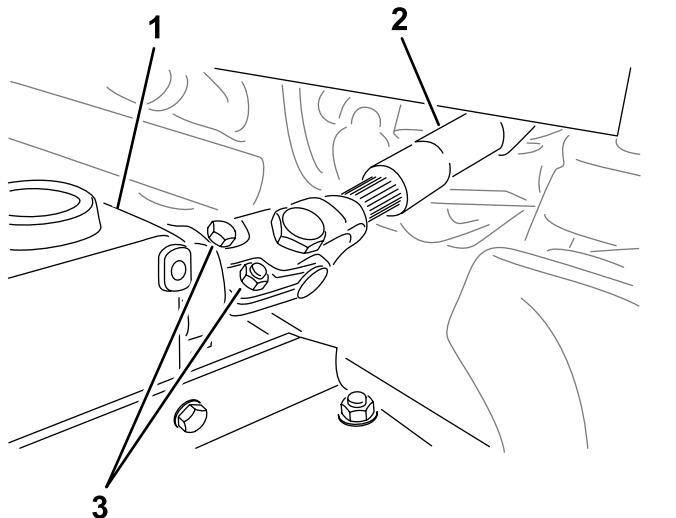

Bild 21
5. Entfernen Sie die Schrauben und Muttern von der Zapfwelle (Bild 21) und schieben Sie das Joch aus dem Getriebe.